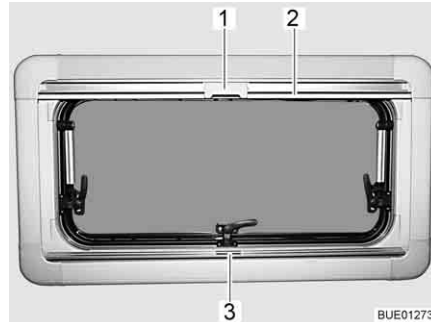

Fig. 105 Ventana abatible
- Sujetar el estor plegable por el centro del agarradero (Fig. 105,3), tirar de abajo a arriba y soltarla a la altura deseada. El estor plegable se queda fijo a esta altura.
- Tirar del agarradero de la mosquitera enrollable (Fig. 105,2) hacia abajo hasta que choque con el agarradero del estor plegable (Fig. 105,3).
- Bloquear el cierre (Fig. 105,1) de la mosquitera enrollable con el agarradero del estor plegable.
- Empujar hacia atrás el cierre (Fig. 105,1) de la mosquitera enrollable por arriba.
- Regresar la mosquitera enrollable lentamente en el agarradero (Fig. 105,2).